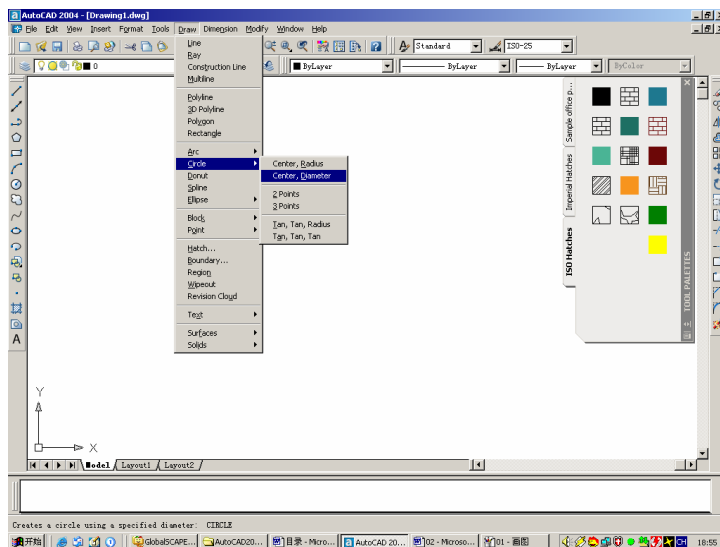

图 2-3 主菜单的子菜单
AutoCAD 2004 的下拉菜单和以前的版本没什么区别，完全继承了 Windows XP 的窗体风格。单击任一主菜单，即可弹出其子菜单，如图 2-3 所示。用户通过单击子菜单中的任一项目，即可完成与该项目对应的操作。
(1) 右边带有一个小三角符号的下拉菜单选项，表示该菜单项还有下一级子菜单。将光标放置在其上，AutoCAD 2004 会自动弹出下一级子菜单，如图 2-3 所示。